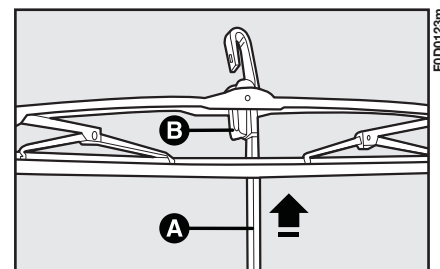

Abb. 18
1) Den Scheibenwischerarm **A**, **Abb. 18** von der Scheibe abheben und das Wischblatt so stellen, dass es mit dem Arm einen Winkel von 90° bildet.